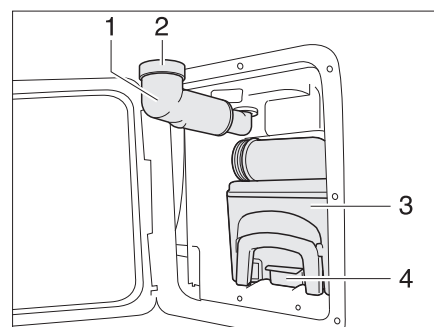

Fig. 161 Cassette Thetford
- Faire pivoter le bec de remplissage d'eau fraîche (Fig. 161,1) vers l'extérieur.
- Retirer le bouchon à vis (Fig. 161,2).